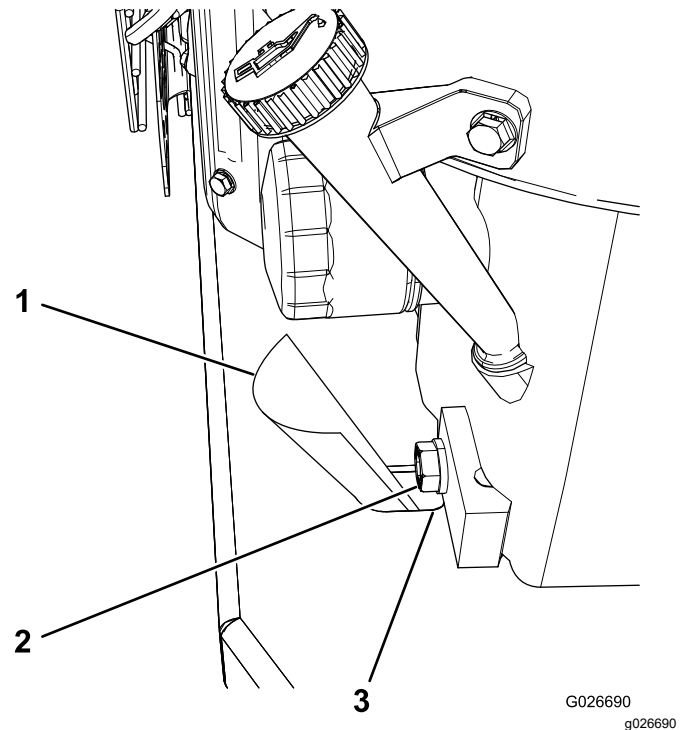

Figure 36
**Remarque:** Insérez un morceau de papier ou de carton mince dans le trou de vidange pour diriger l'huile à l'écart de la plaque de montage du moteur (Figure 36).